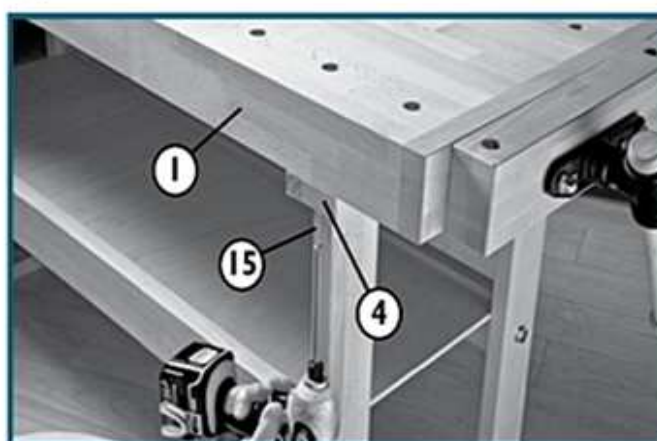

Fig. 5
5.) Setzen Sie die Hobelbank-Arbeitsplatte (1) auf den Tischbeinen auf. Befestigen Sie die Platte mit den vier 5x50 mm Holzschrauben (15) an den Plattenträgern (4) (Abbildung 5).